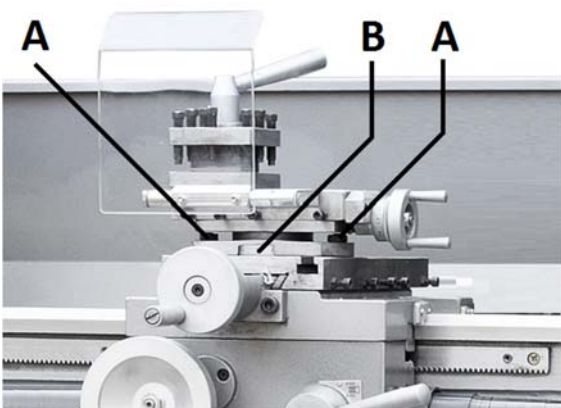

Abb. 8-4: Kegeldrehen mit Oberschlitten
Die zwei Sechskantmuttern (A, Abb. 8-4) lösen und den Oberschlitten entsprechend der Teilstrichskala (B) drehen.